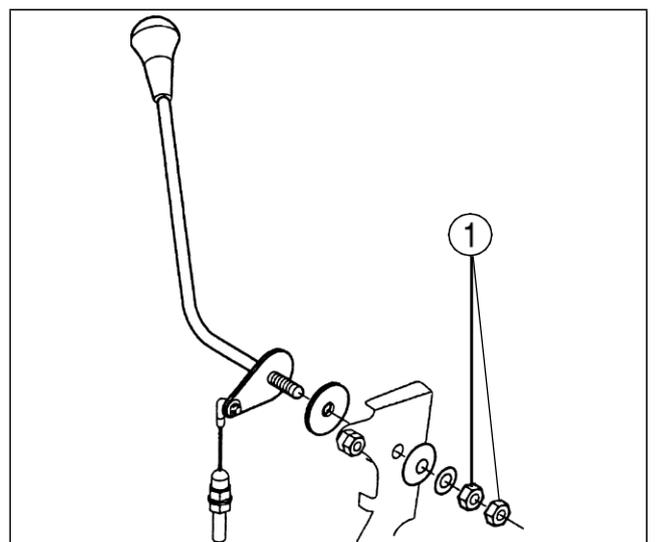

FIG. 5-23
FIG. 5-23: La palanca de aceleración debe permanecer en la posición elegida por el conductor. A medida que se utiliza de forma normal, la fricción contra la palanca puede disminuir y puede salirse de la posición seleccionada. Gire la tuerca de ajuste (1) si fuese necesario para mantener la palanca de aceleración en la posición elegida.